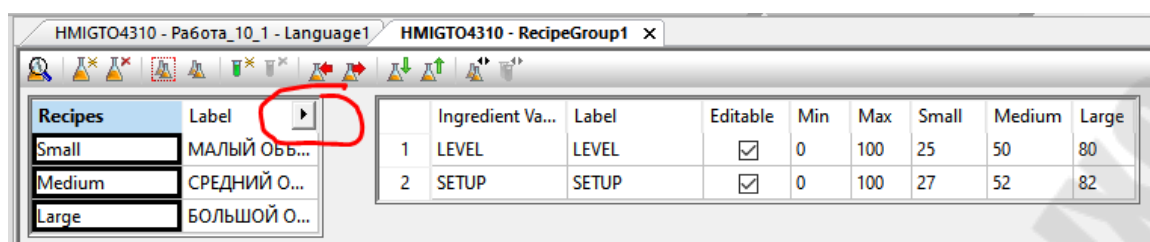

Рис. 17.9. Задание значений переменных структур
Добавим в рецепт две переменные (поля структуры) – *LEVEL* и *SETUP*. Зададим минимальное (0) и максимальное (100) значения переменных. Для каждой структуры зададим уникальные значения переменных (рис. 17.9).